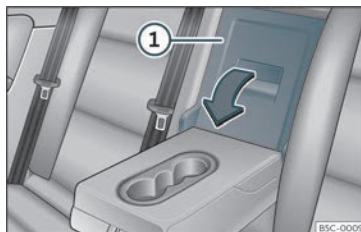

Fig. 115 Al respall del seient posterior: obertura de la trapa.
- Estireu la palanca de desbloqueig en el sentit de la fletxa i tant si abat completament la tapa de la trapa»» fig. 115 ① cap a davant.